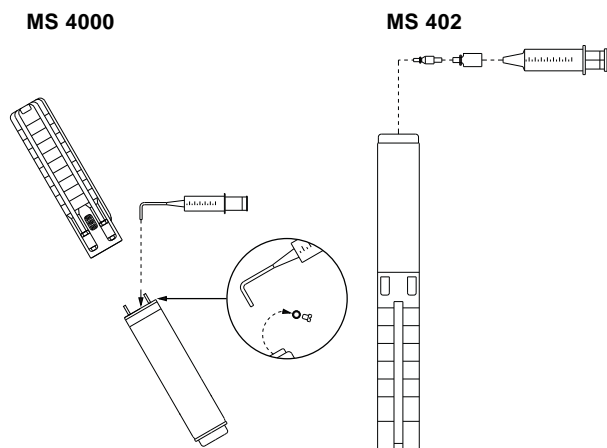

Fig. 2 Pumpplacering under fyllning – MS 4000 och MS 402
1. Placera undervattenspumpen som visas i fig. 2. Påfyllningsskruven skall vara motorns högsta punkt.
3. Pumpa in vätska i motorn med sprutan, fig. 2, tills vätskan rinner över i påfyllningshålet.